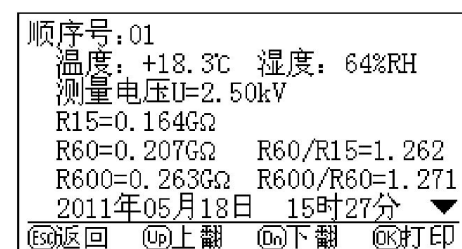
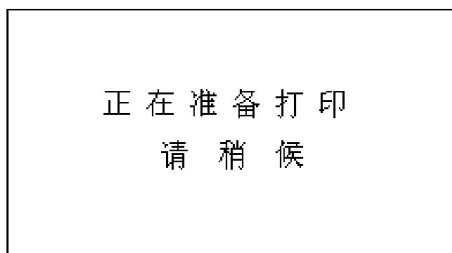

图 13
图 15
4.5 在图 2 所示的界面下，若选择记录查询操作，将会显示以前测量且存储的各组数据，如图 13 所示，可根据显示屏下方的按键功能提示进行上翻页、下翻页、数据打印等操作。
4.6 在图 11 或在图 13 界面下可进行该次测量数据的打印操作。打印机面板上有按键和指示灯，灯亮表示打印机在线，反之表示离线。在线状态下打印机才能打印。操作按键可使打印机选择在线或离线状态、进行自检测或走纸等不同工作。
4.7 在图 11 或在图 13 界面下按 OK 键，若打印机此时处于在线状态，则出现图 15 所示界面，开始打印。若打印机处于离线状态，